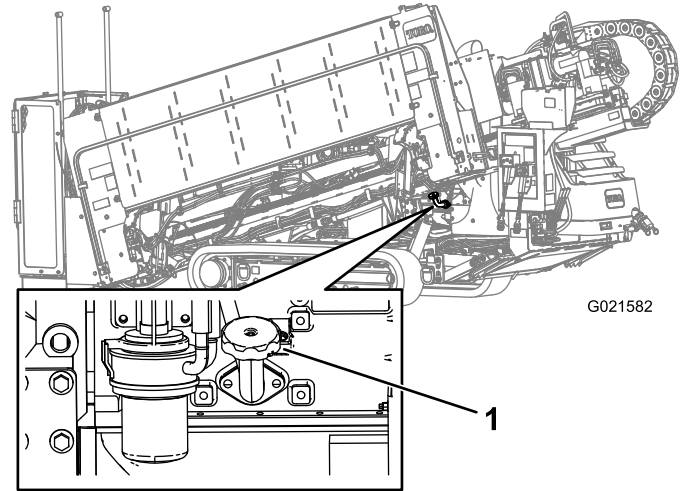

**Figure 123**
- A. Retirez le bouchon de remplissage (Figure 123) et faites l'appoint d'huile jusqu'à ce que le niveau